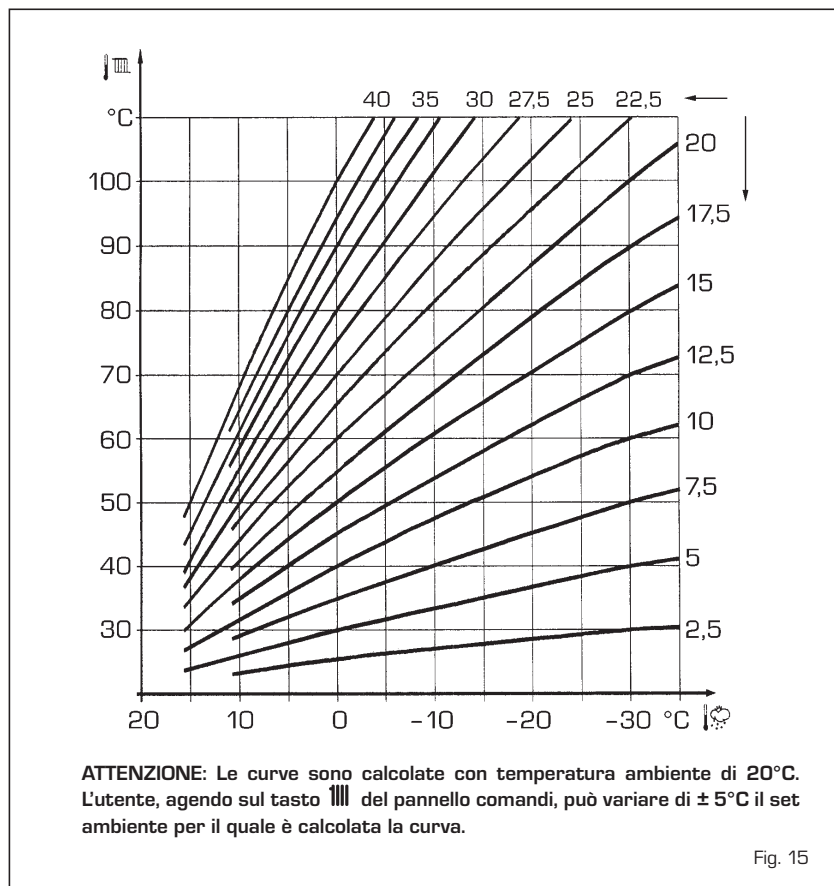

Fig. 15
3.4 Sonda esterna COLLEGATA (fig. 15)
In caso di presenza di sonda esterna i SET riscaldamento sono ricavabili dalle curve climatiche (PAR 12) in funzione della temperatura esterna e comunque limitati entro i valori di range descritti al punto 3.2 (PAR 13 e PAR 14). La curva climatica da impostare è selezionabile da un valore 3 a 40 (a step di 1). Aumentando la pendenza rappresentata dalle curve di fig. 15 si incrementa la temperatura di mandata impianto in corrispondenza alla temperatura esterna.